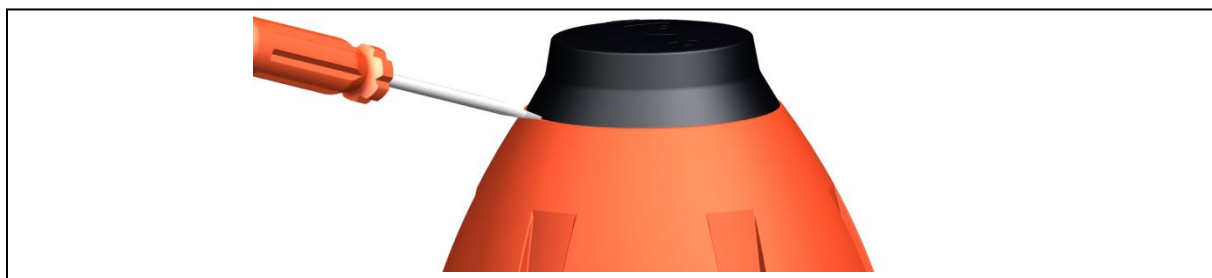

Fig. 2
- Enlever le capuchon de la tête, voir Fig. 2. Pour ce faire, introduire un tournevis plat dans l'encoche située sur le capuchon.
- ▶ Enlever le capuchon de la tête, voir Fig. 2. Pour ce faire, utiliser un tournevis plat.